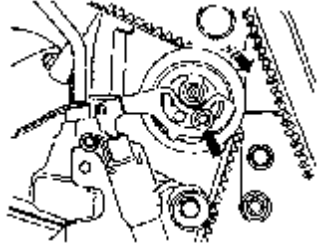

图 2-26 拆卸正时带
- ⑥用专用工具 Torx T45 按图 2-26 箭头方向松开正时带张紧轮，然后向下压正时带张紧轮，取出正时带。